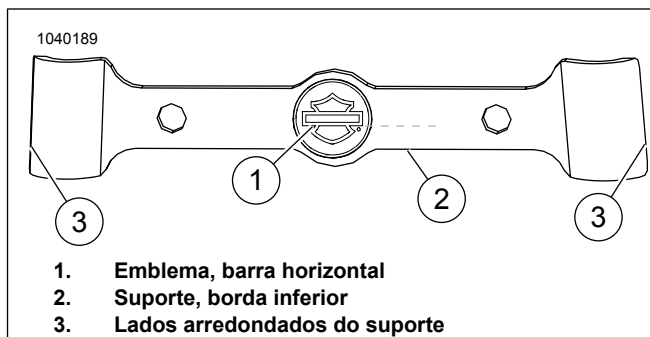

Figura 3. Alinhamento do emblema
- Figura 3 As laterais do suporte (3) são assimétricas. A largura no topo é menor que a largura na parte de baixo.
- Figura 3 Alinhe a barra horizontal do emblema (1) com a borda inferior (2) do suporte. Estes dois devem estar paralelos.
3. Figura 3 Remova a parte de trás adesiva dos lados esquerdo e direito do suporte (3).